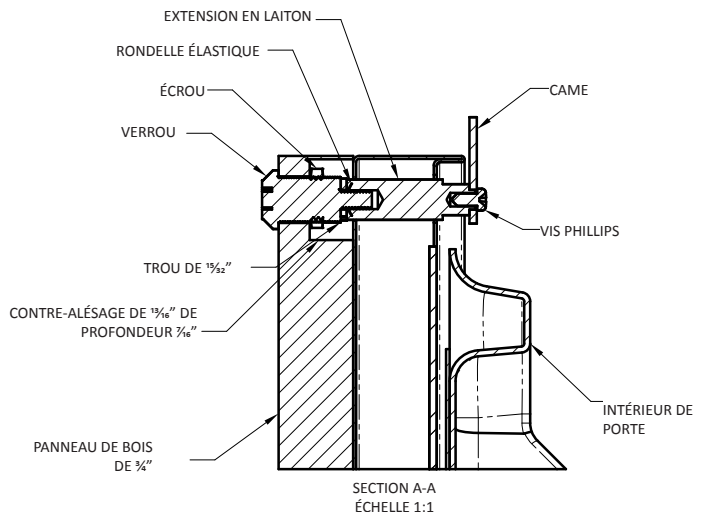

Figure 10
Localisez et marquez avec un crayon l'emplacement du trou de verrouillage sur le panneau de revêtement, c'est le trou dans l'angle supérieur du côté de la poignée de la porte. Enlevez le dispositif de maintien et enlevez le panneau de revêtement de la porte. Sur la face arrière du panneau où vous avez marqué l'emplacement de verrouillage, percez un contre-alésage de diamètre $\frac{13}{16}$ " (20,5 mm) d'une profondeur de $\frac{7}{16}$ " (11,0 mm) dans le panneau de revêtement. Percez un trou de diamètre $\frac{15}{32}$ " (12,0 mm) dans le panneau de revêtement au milieu de ce contre-alésage en prenant soin de ne pas faire éclater le bois sur la face avant du panneau (Voir la Figure 10).
Deux (2) extensions de verrouillage sont fournies avec le verrou. Utilisez l'extension la plus longue pour un panneau de revêtement d'épaisseur $\frac{3}{4}$ " et la plus courte pour un panneau d'épaisseur $\frac{5}{8}$ ". Assemblez l'extension de verrouillage, une rondelle d'arrêt de came, une rondelle élastique et une vis de fixation sur le verrou comme montré aux Figures 10 et 11. Installez cet ensemble sur le panneau de revêtement avec l'écrou de maintien en utilisant une douille de 15 mm. Assurez-vous que la fente en trou de serrure du verrou est verticale.